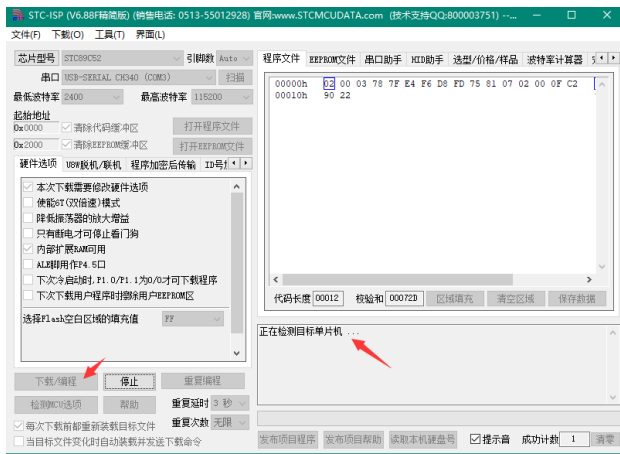
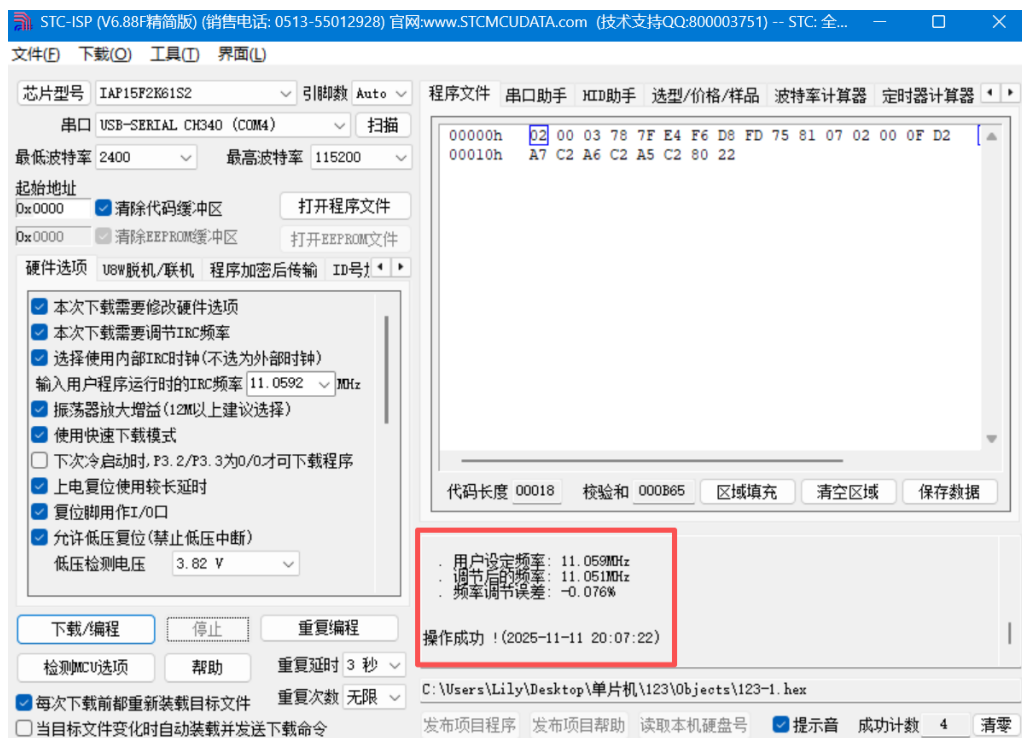

图 2-26 下载程序界面
图 2-27
(5) 单击【下载/编程】，会出现如图 2-26 所示的提示。这时再打开开发板的电源，这时会出现如图 2-27 所示界面提示，说明程序下载成功！这时你会看到第一个发光二极管被点亮了。